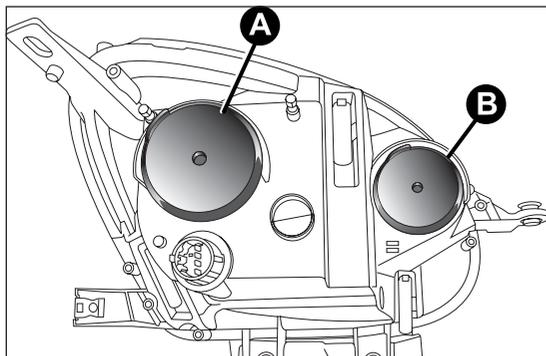

fig. 122
Ils contiennent les ampoules des feux de croisement, de route et celles des clignotants. La disposition des ampoules est la suivante fig. 122 :
- retirer le couvercle A fig. 122 ;
- pour finir, remonter le couvercle A fig. 122.
- retirer le couvercle B fig. 122 ;